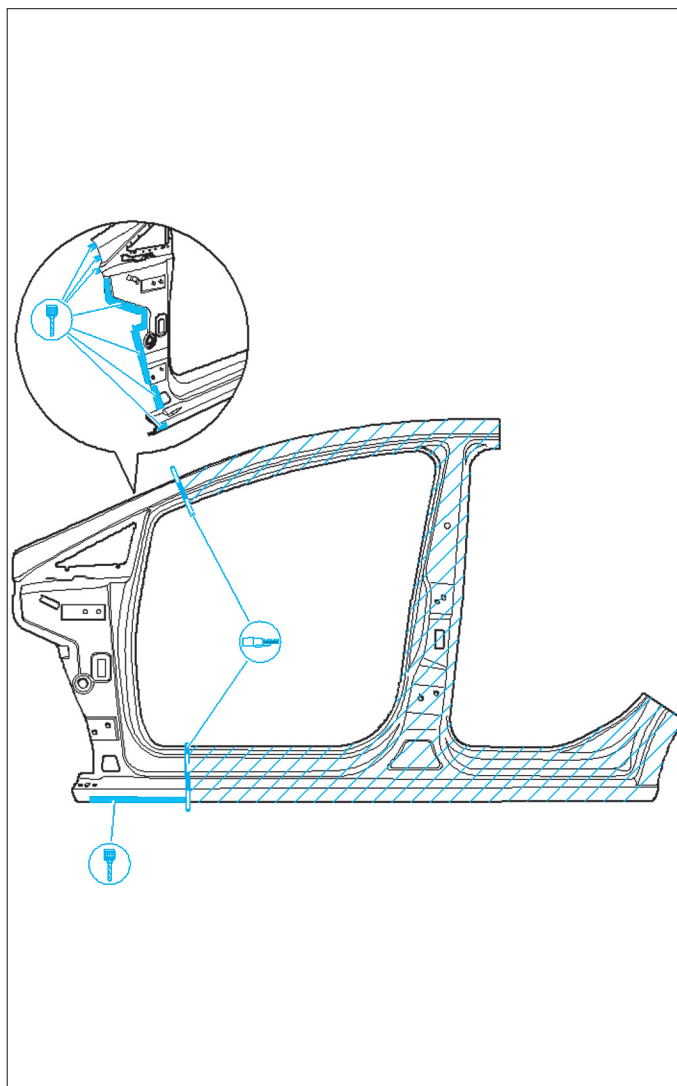

FIG. 30
- Sur la pièce neuve, percer les orifices nécessaires avec un foret de 5 mm de diamètre pour les soudures par bouchonnage (Fig.30).